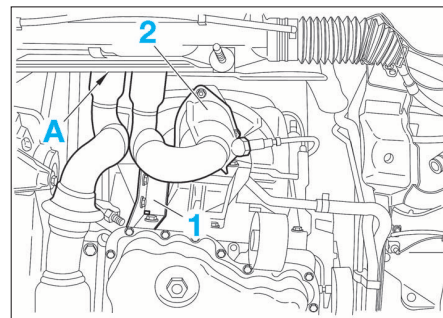

FIG. 67
- Désaccoupler le tube d'échappement de la bride (en A) (Fig.67).